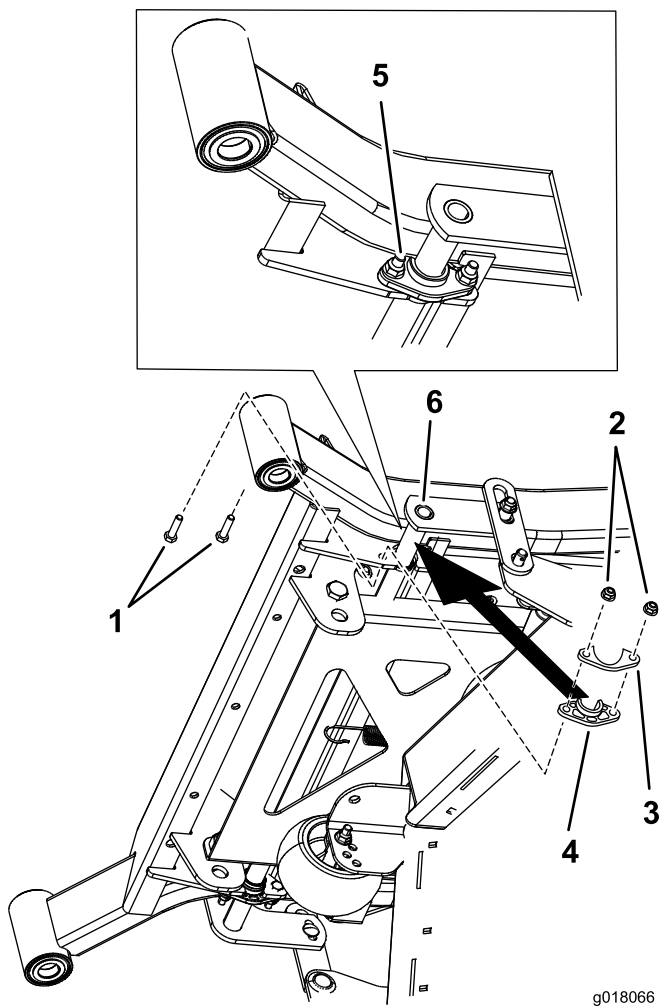

Bild 3
1. Entfernen Sie die zwei Muttern und Schrauben an jeder Bundbuchse (Bild 3).
6. Befestigen Sie die Bundbuchsen und die Metallverstärkungen mit den vorher entfernten Muttern und Schrauben am Rahmen (Bild 3).